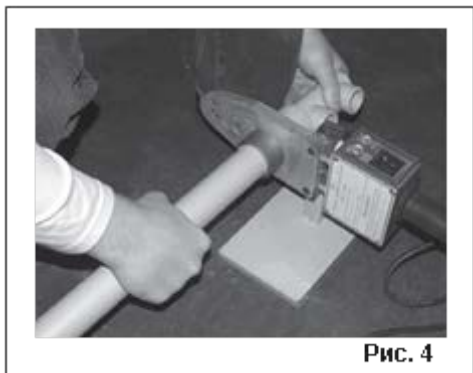

Рис. 4
10.4. Как показано на Рис.4, с минимальным разрывом по времени, сначала установите фитинг, а затем конец трубы в соответствующие насадки. Устанавливайте и плавно проталкивайте фитинг и трубу в насадку на глубину сварки без вращения, табл.2.